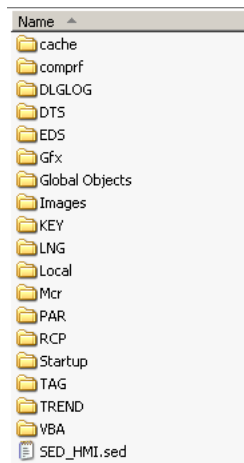

Figura 31. Carpetas del HMI Server
- Verifique que se hayan copiado las carpetas correspondientes al HMI Server tal como se muestra en la Figura 31: